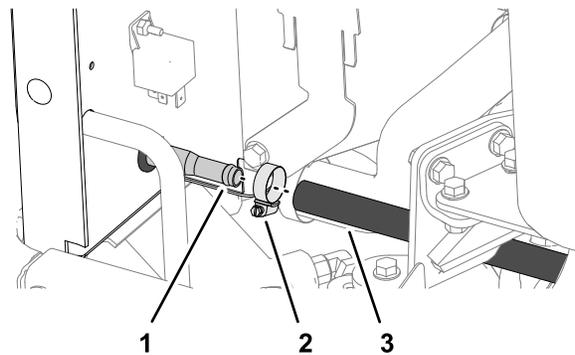

图12
2. 卸下将液压冷却器进口软管固定至进口液压管的软管夹将软管与液压管分开图12。